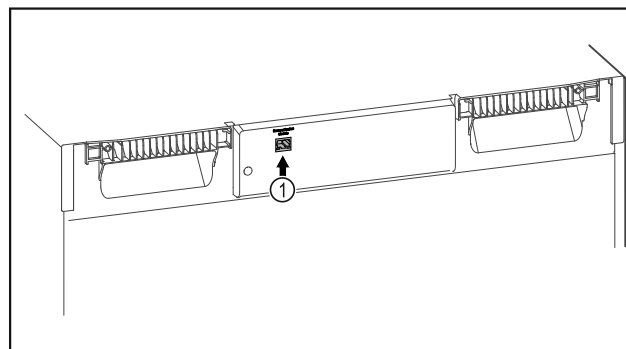

Fig. 136
- SmartModule Fig. 136 (1) is geplaatst.